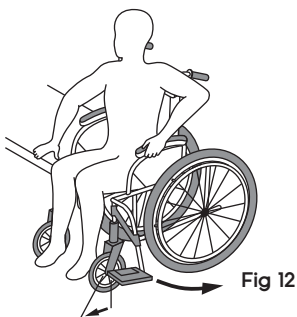

Fig 12
- Inclíne el tronco hacia delante apoyándose en los apoyabrazos y levántese, desplácese hacia la superficie a la cual quiera transferirse procurando repartir el peso en los dos brazos.  [Fig. 12]